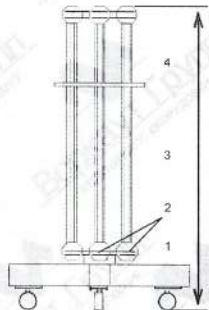

Рисунок 1.
7.4. Вставить стойку с ламподержателями 2 в основание 1, надеть через верх стойки защитное кольцо-руль 4 до совпадения отверстий и закрепить винтами (см. рисунок 1).